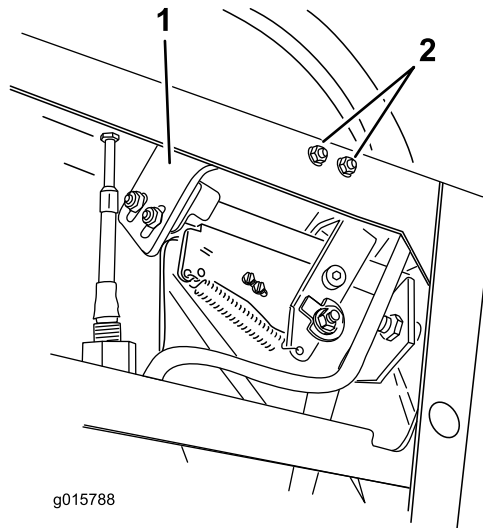

Figura 6
9. Retire el soporte derecho sin desmontar el interruptor de proximidad (Figura 6).